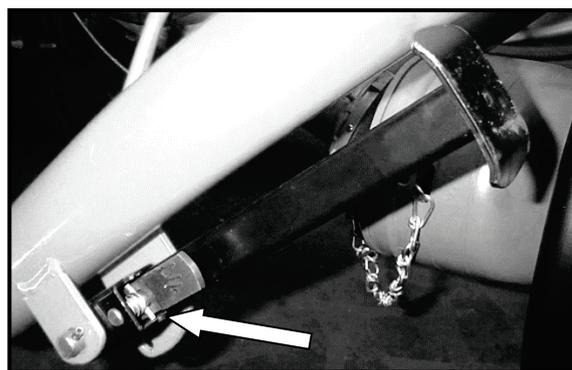

Fig. 63 El enclavamiento de la pata de apoyo mantiene la pata de apoyo en su posición después del doblado hacia arriba
- ➔ Doble la pata de apoyo hacia arriba hasta que engatille el enclavamiento de la pata de apoyo (Fig. 63).